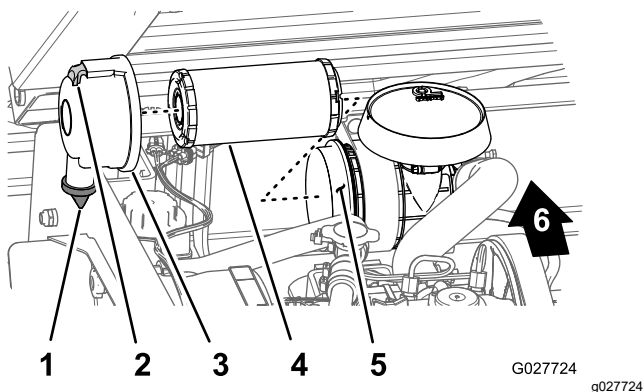

Figura 35
2. Verifique se existe algum dano no corpo do filtro de ar que possa provocar uma fuga de ar (Figura 35).
3. Puxe o trinco para fora e rode a cobertura do filtro de ar no sentido contrário ao dos ponteiros do relógio (Figura 35).
5. Suavemente, faça deslizar o elemento do filtro para fora da caixa (Figura 35) para reduzir a quantidade de pó deslocado.
1. Limpe a porta de ejeção de sujidade que se encontra na cobertura do filtro de ar (Figura 35).
2. Retire a válvula de saída em borracha da tampa, limpe a cavidade, e volte a colocar a válvula de saída (Figura 35).
3. Insira o elemento do filtro na caixa do filtro de ar pressionando a aba exterior do elemento para o encaixar na caixa (Figura 35).
4. Alinhe a cobertura do filtro com a caixa do filtro com a válvula de saída de borracha numa posição descendente—entre, aproximadamente, as 5 e as 7 horas quando vista a partir da extremidade (Figura 35).
5. Prenda a cobertura à caixa com as patilhas (Figura 35).